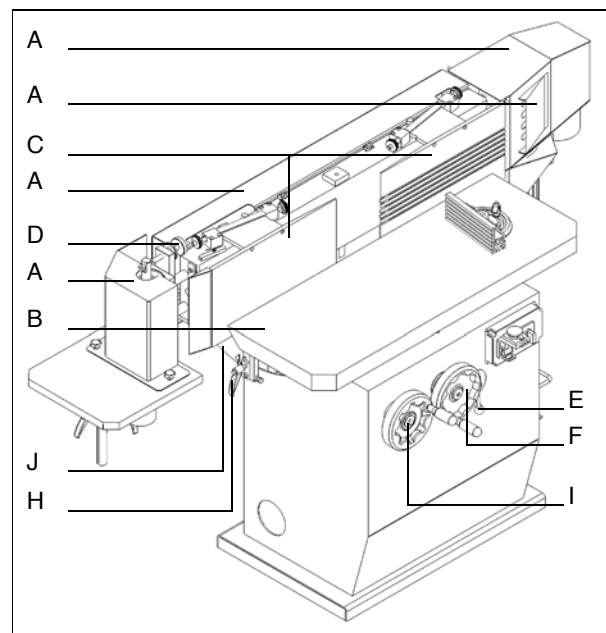
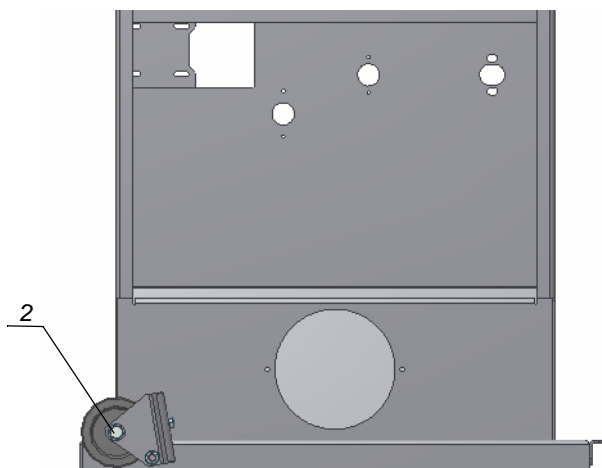

Abb. 7: Schleifband montieren und Arbeitstisch einstellen
Abb. 11: Radposition
Mit Hilfe der Abb. 7 und den folgenden Anweisungen kann das Schleifband montiert bzw. gewechselt werden.
Mit Hilfe der Abb. 7 und den folgenden Anweisungen kann der Arbeitstisch vertikal eingestellt werden.
Schritt 1: Den Tischsicherungs-Hebel (E) lösen, der sich rechts des Höhenverstellungs-Handrads (F) befindet.
Schritt 2: Mit dem Höhenverstellungs-Handrad (F) den Arbeitstisch (B) auf die gewünschte Höhe kurbeln.
Schritt 3: Den Tischsicherungs-Hebel (E) wieder festziehen (Siehe Abb. 7).
Mit Hilfe der Abb. 7 und den folgenden Anweisungen kann der Arbeitstisch horizontal eingestellt werden.
Schritt 2: Den Arbeitstisch (B) nach vorne ziehen oder nach hinten schieben (siehe Abb. 7).
Mit Hilfe der Abb. 7 und den folgenden Anweisungen kann die Neigung der Schleifeinrichtung eingestellt werden.
Schritt 3: Den Hebel (H) wieder festziehen (Abb. 7).
2 entsprechend Abb.11 positionieren.
Mit Hilfe der Abb.7 und Abb. 11 sowie den folgenden Anweisungen können Kanten geschliffen werden.